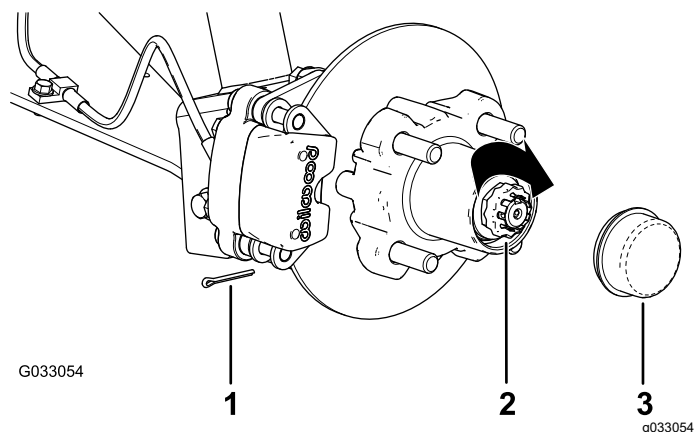

Figure 31
8. Placez le frein d'écrou sur l'écrou et vérifiez que la fente du frein d'écrou et le trou dans la fusée sont alignés et permettent d'insérer la goupille fendue (Figure 31).
9. Insérez la goupille fendue et repliez chaque jambe autour du frein d'écrou (Figure 31).
10. Reposez le couvre-moyeu sur le moyeu (Figure 31).